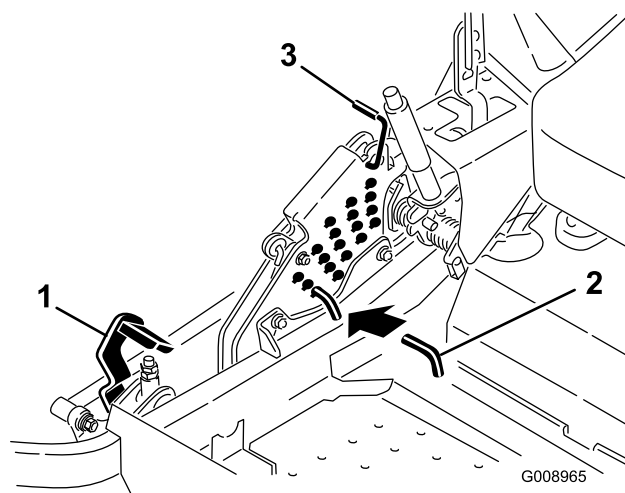

Figure 87
5. Enfoncez la pédale de relevage du tablier de coupe au maximum pour verrouiller le tablier à la position de transport de 14 cm (5,5") (Figure 87).